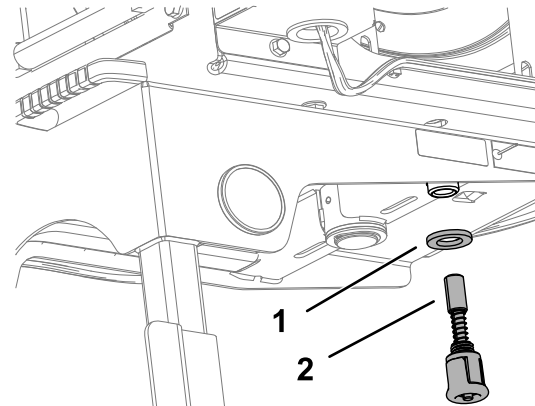

Figura 12
6. Instale la arandela y el pasador elástico a la parte inferior del bastidor del carrete de la manguera (Figura 12).